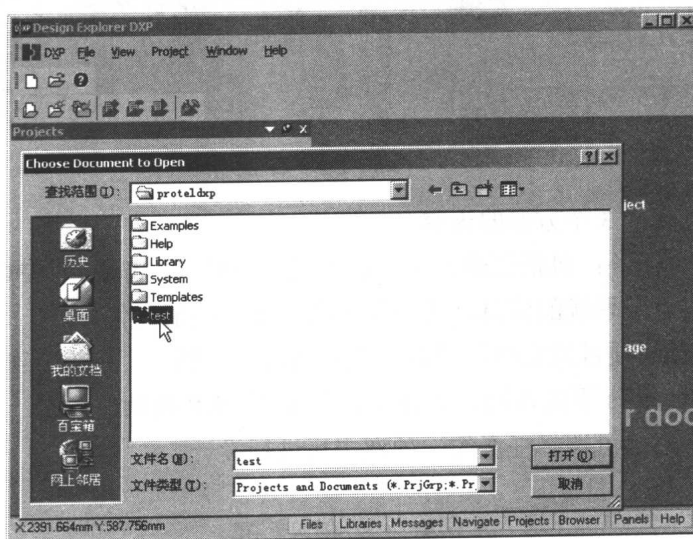

图 1-7 选中 Protel 99 的数据库文件
(1) 执行菜单命令 File|Open，选中 Protel 99 的数据库文件，如图 1-7 所示。